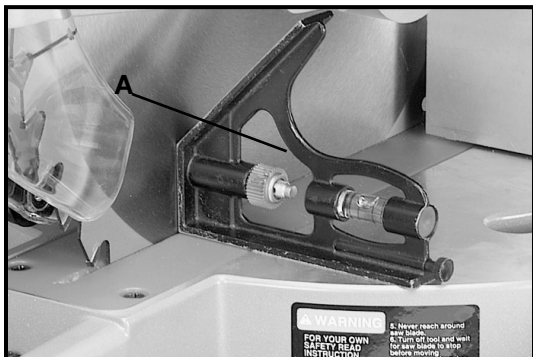

Fig. 27
3. Prenez une équerre (A) fig. 27 et placez un côté de celle-ci sur la table et l'autre contre la lame. Vérifiez si la lame est à 90 degrés par rapport à la table.